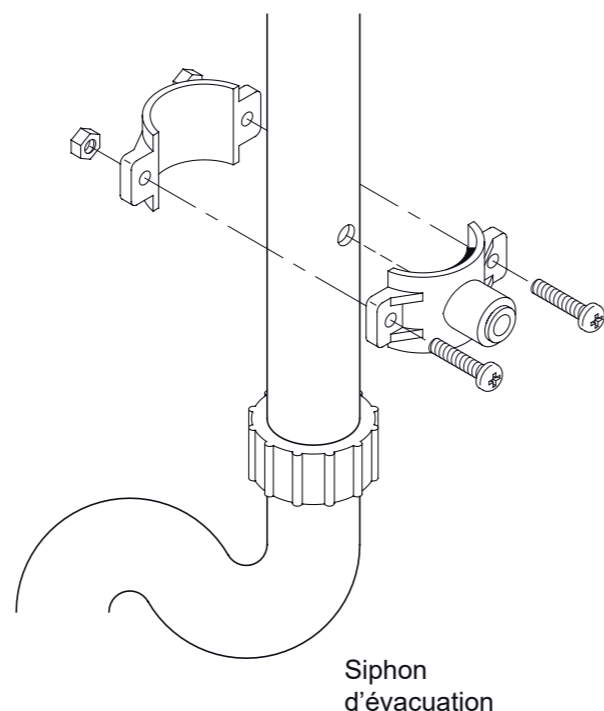

FIG. 7
1. Positionnez les 2 parties du collier autour du tuyau d'évacuation environ 15 cm au-dessous du siphon Cf Fig.7. Assurez-vous que le raccord-rapide est en direction des filtres de l'osmoseur.
2. Utilisez le trou du raccord rapide pour faire une marque sur le tuyau d'évacuation à l'endroit où un trou de 9.5 mm de diamètre doit être percé (Cf Fig.7), puis retirer le collier d'évacuation.
6. Assemblez les vis et les écrous (cf Fig. 7). Bien visser de chaque côté pour bien fixer le collier d'évacuation autour du tuyau. Ne pas trop serrer les vis